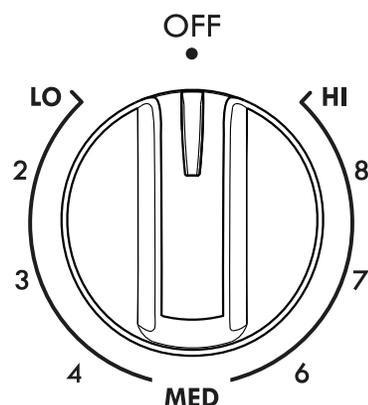

Figura 6: perilla de control
2. Oprima y gire la perilla de control del elemento superior hacia cualquier lado hasta llegar al ajuste deseado (vea la figura 6).
- No es necesario ajustar las perillas de control con exactitud en un ajuste en particular (vea la figura 6). Use los gráficos proporcionados como guía y ajuste las perillas como sea necesario. Consulte las sugerencias de ajustes de potencia en la tabla 1.